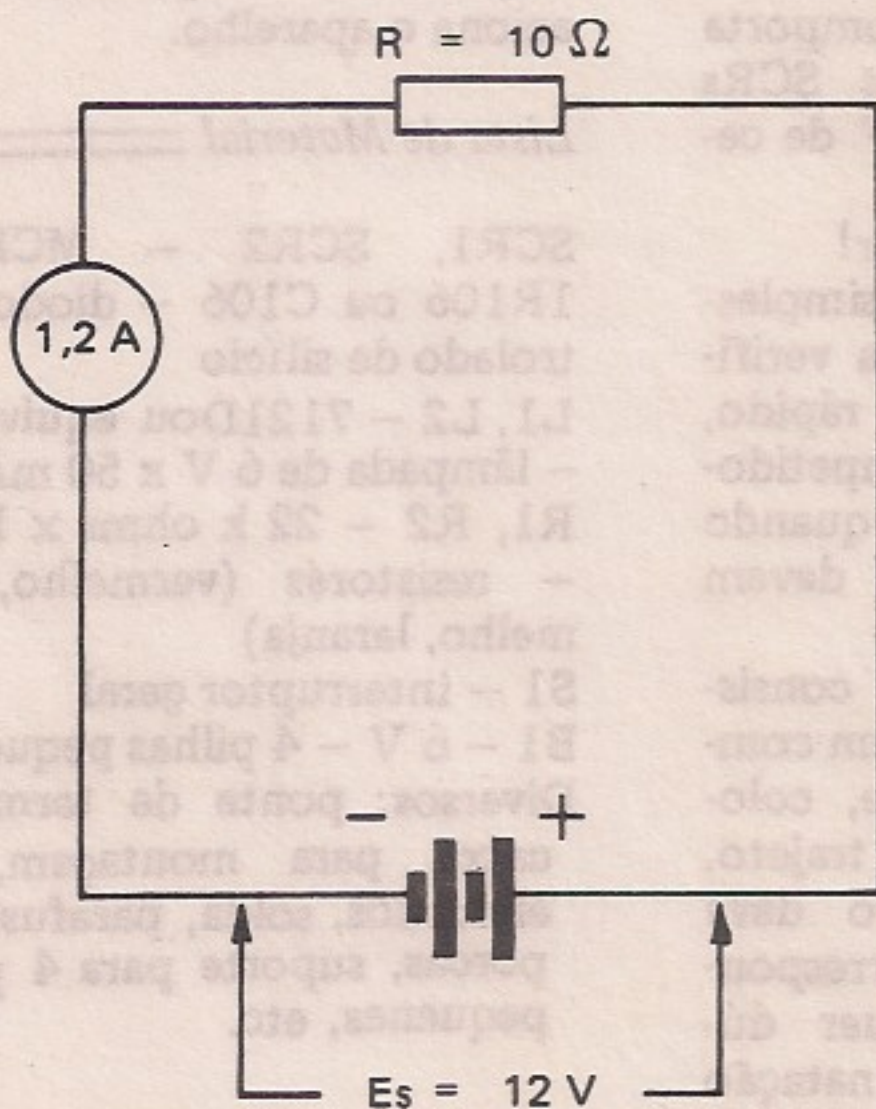

Figura 1
Na figura 1 temos um circuito bem simples que explica este relacionamento e que é a base da Lei de Ohm. Observe que, com os valores da figura 1, se multiplicarmos a corrente (1,2 A) pela resistência (10 ohms), o resultado será 12 volts, que é a tensão da fonte de alimentação (E). Utilizando a mesma fórmula, se a tensão (E) for dividida pela resistência (R), a corrente que flui no circuito (I) será de 1,2 A.